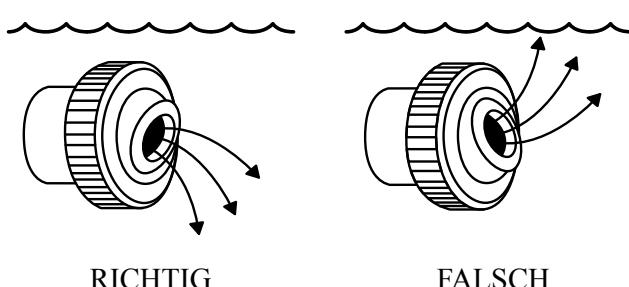

Abb. 10
10. Drehen Sie jetzt die Schwenkdüsen der Filteranlage des Schwimmbeckens in Richtung Beckenboden. Dies hat keinen Einfluss auf die Umlözung des Wassers im Schwimmbecken, es hilft Ihnen im Gegenteil, den Verbrauch an chemischen Mitteln zu senken. Diese Maßnahme ist notwendig zur Aufrechterhaltung eines maximalen Sicherheitsniveaus bei der Benutzung dieser Alarmanlage (siehe Abb. 10). Die Installation ist damit beendet. Die Alarmanlage MUSS nun erprobt werden.